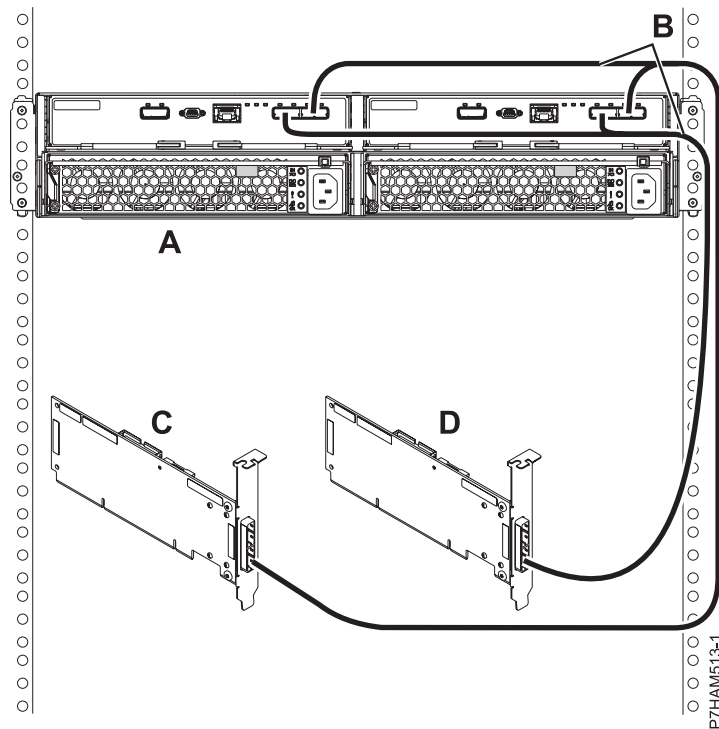

Figura 41. Connexió en mode 2 d'un allotjament d'unitats de disc 5887 utilitzant cables YO a dos adaptadors SAS independents
15. Realitzeu la connexió en mode 2 d'un allotjament d'unitats de disc 5887 (A) utilitzant cables YO (B) a dos adaptadors SAS independents, tal com es mostra a la Figura 41 a la pàgina 85.